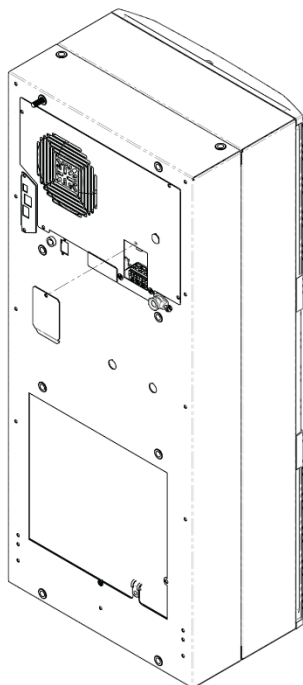

図9
1. 蒸発器アクセスパネルのネジを緩め、電源アクセスパネルを取り外します。図9をご覧ください。